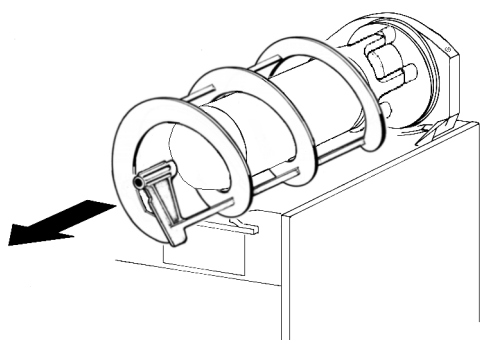

**figura 8**
**2** Smontare il contenitore spingendone leggermente la parte inferiore (lato rubinetto) verso l'alto per liberarne gli agganci inferiori (vedere figura 8) e sfilandolo successivamente dal